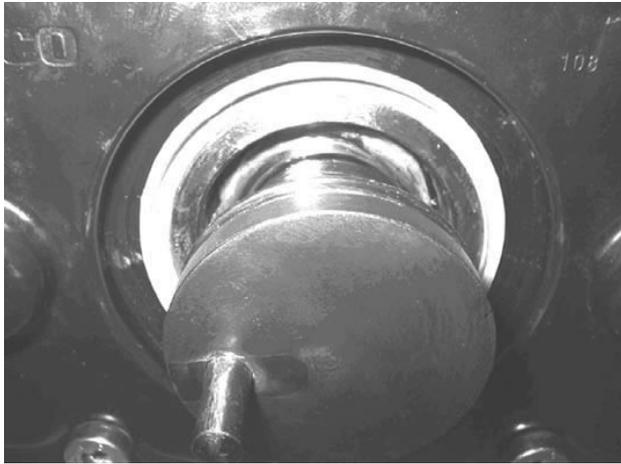

Figura 73: *Ajustador giratorio*
8. **Gire manualmente** el pistón del ajustador a la izquierda alrededor de 1.18 °(30 mm) fuera del caliper de freno (Figura 73).